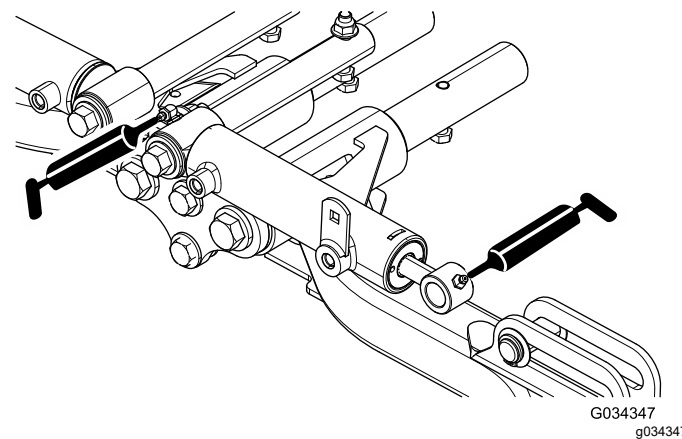

図 46
- 前昇降アームのピボットと昇降シリンダ各3ヶ所 図 46を参照。